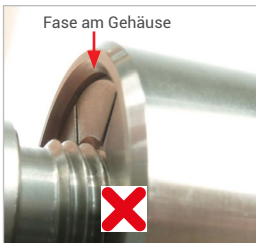

Abbildung 15
**Achtung:** Vergewissern Sie sich, dass die Spannzangen am Prüfling korrekt greifen und dass die Planfläche der Spannzangen nicht hinter der Fase des Gehäuses ist (*Abbildung 15*). Achten Sie darauf, dass der Adapter richtig sitzt (er darf nicht wackeln) und dass die druckdichte Verbindung hergestellt ist. Erst dann ist der Adapter richtig angeschlossen. Der Adapter kann sonst abspringen und Medium kann austreten.